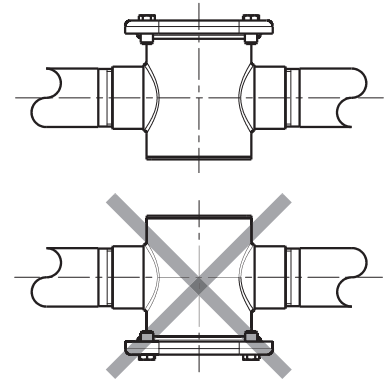

fig. 1
- Ventilen får installeras i horisontellt läge (fig. 1) med locket vänt uppåt, vinklad med max. 90°, men aldrig med locket vänt nedåt.